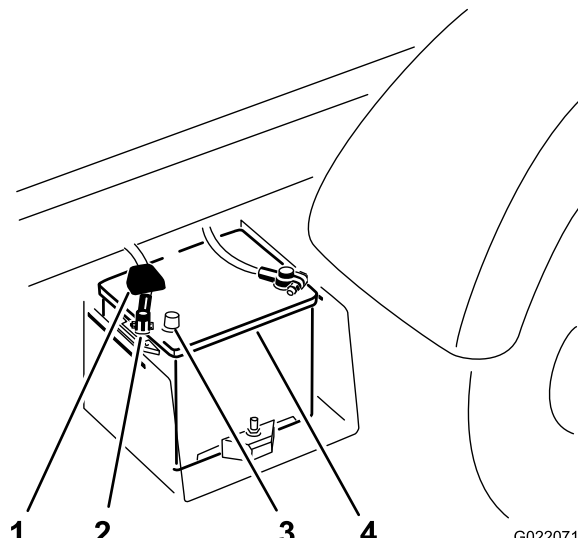

Figure 5
- C. Débranchez la cosse du câble positif de la borne de la batterie (Figure 5).